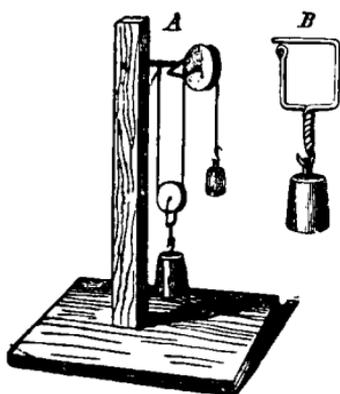

Рис. 169. подвижной блокъ.
*Подвижной блокъ* (рис. 169). Подвижной блокъ употребляется всегда вмѣстѣ съ неподвижнымъ, поэтому прежде всего надо укрѣпить въ доскѣ стойку и придѣлать къ ней вверху неподвижный блокъ, какъ было только-что описано. Затѣмъ заготовь другой кружокъ съ жолобкомъ, поменьше. Для этого кружка сдѣлай такую же обоймицу изъ двухъ проволокъ, какъ и для неподвижнаго блока, съ тою только разницей, что здѣсь скрученные вмѣстѣ концы проволокъ загни крючкомъ. Затѣмъ возьми нитку, привяжи ее однимъ концомъ къ обойницѣ неподвижнаго блока, перекинь ее черезъ оба блока такъ, какъ показано на рисункѣ 169, и привяжи къ другому концу ея грузъ. Другой грузъ подвѣсь къ крючку обоймицы подвижнаго блока. Чтобы подвижной блокъ остался въ равновѣсїи, грузъ, подставленный къ неподвижному блоку, долженъ быть вдвое легче груза, подвѣшеннаго къ подвижному блоку. Если же подвѣсить къ неподвижному блоку грузъ немного потяжелѣе, онъ будетъ опускаться и поднимать кверху подвижной блокъ съ болѣе тяжелымъ грузомъ.
блокъ, было уже объяснено раньше. Затѣмъ сдѣлай грузъ изъ свинца въ видѣ шара или цилиндра и продѣнь сквозь него такую обоймицу, какую мы дѣлали для подвижного блока (рис. 169, В). Къ крючку обоймицы привяжи конецъ шнура, перекинь шнурокъ черезъ неподвижный блокъ и привѣсь къ другому концу шнура грузъ или чашечку (изъ картона или жести), на которую можно было бы класть гирьки.